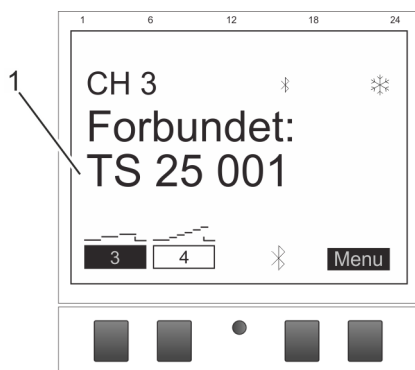

Fig. 10: Kanaludvidelsen er forbundet med kontakturet.
6. Kanaludvidelsen viser navnet på den forbundne enhed ved aktiv forbindelse (Fig. 10/1).